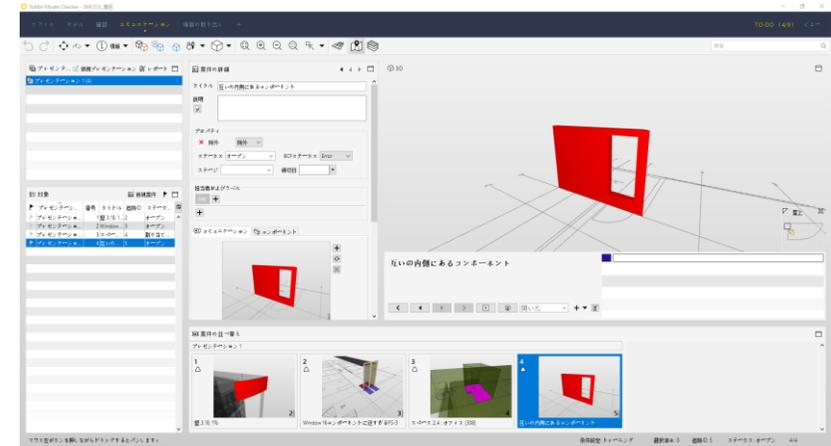

図 69. プレゼンテーションビュー
- 3)新しいプレゼンテーションが作成されました。「プレゼンテーションビュー」に最初のスライドが表示されます。(図 69 を参照) 他のスライドを選択すると保存されたビューポイントへ移動します。